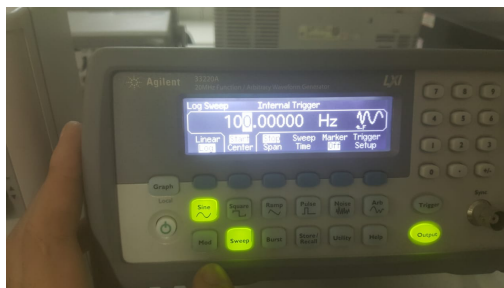

Figura 13: Configurando o Gerador de Funções - Passo 2.
- Aperte o botão Sweep e em seguida aperte o botão Linear/Log para que o Log fique selecionado, como na figura 13.
- Também como na figura 13, coloque 100Hz como Start Frequency.